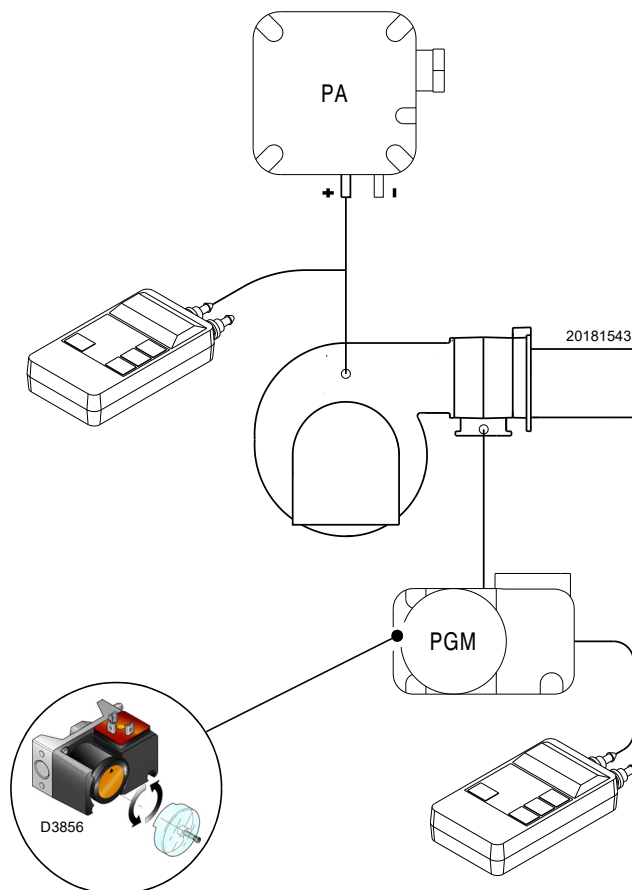

Abb. 38
- Stellen Sie den Maximal-Gasdruckwächter (Abb. 38 auf Seite 33) auf den Skalenendwert ein.
Die Einstellung des Maximal-Gasdruckwächters ausführen (Abb. 38), nachdem alle anderen Einstellungen des Brenners bei auf das Skalenende eingestellten Maximal-Gasdruckwächter vorgenommen wurden.